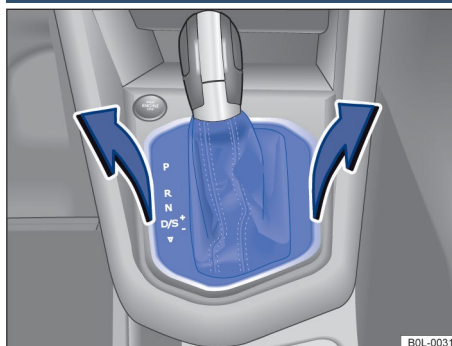

Рисунок 87. Снятие крышки слота переключения передач
- Осторожно поднимите крышку в районе пылезащитного чехла рычага переключения передач вместе с подсоединенными к ней проводами → Рисунок 87.
- Нажмите рычаг разблокировки в направлении стрелки и удерживайте его в этом положении → Рисунок 87;